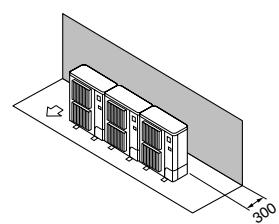

Fig. 2-8
① Solo ostacoli posteriori (Fig. 2-8)